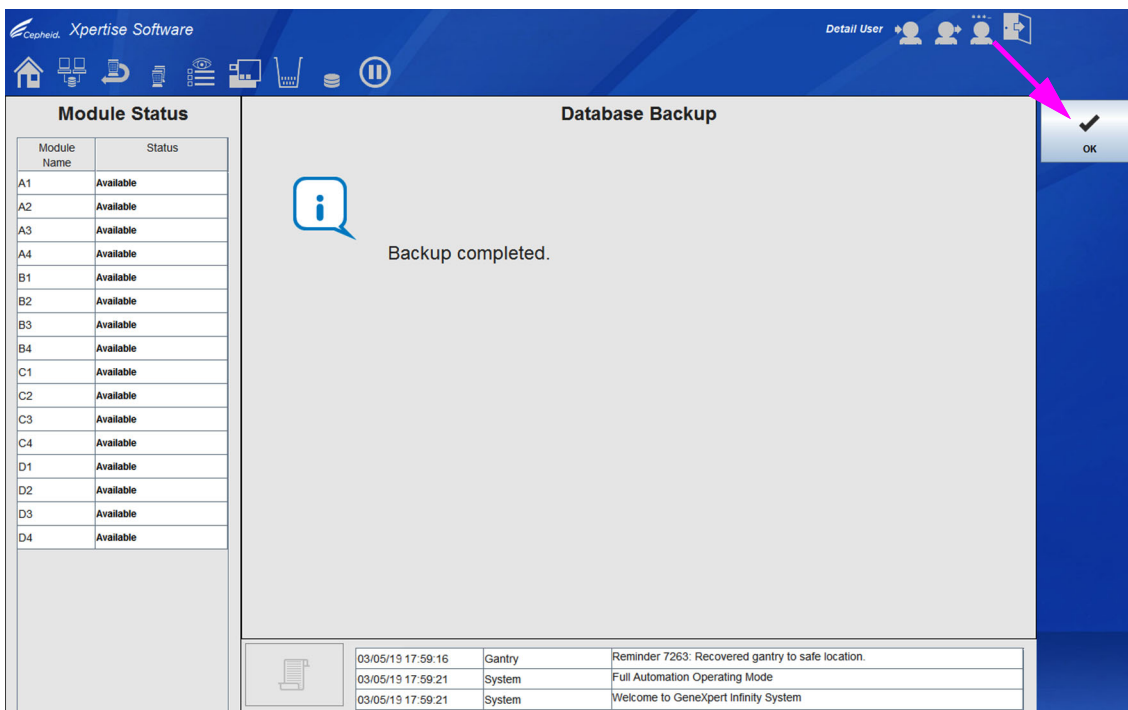

图 5-149. 数据库备份 (Database Backup) 工作区 – 备份完成
4. 备份过程完成时，会出现一条过程完成消息。请参见图 5-149。选择**确定 (OK)** 按钮。